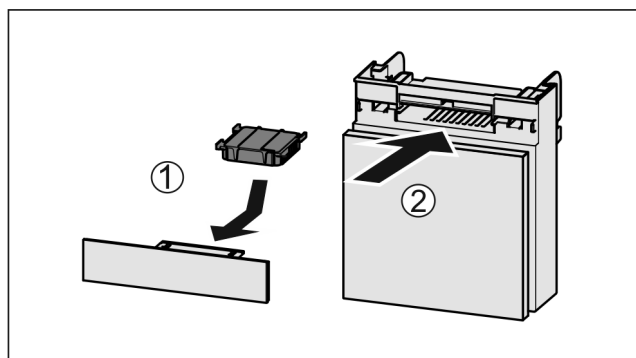

Fig. 157
- Insérer le filtre à charbon actif d'après le schéma Fig. 157 (1).
- Insérer le compartiment Fig. 157 (2).